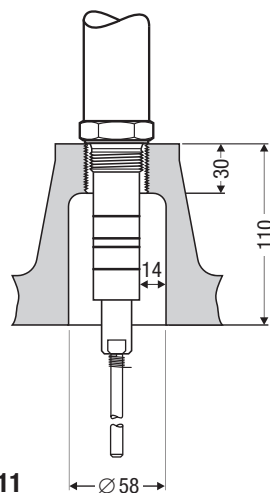

Fig. 11
- Vid installation av nivåelektrod NRG 111-50 i en flänsstos DN 50 ska endast GESTRA montagefläns användas! **Fig. 11**
- Ett minimiavstånd av 14 mm mellan elektrod och gods (fläns, behållarvägg) får inte underskridas! **Fig. 11, Fig. 15-21**